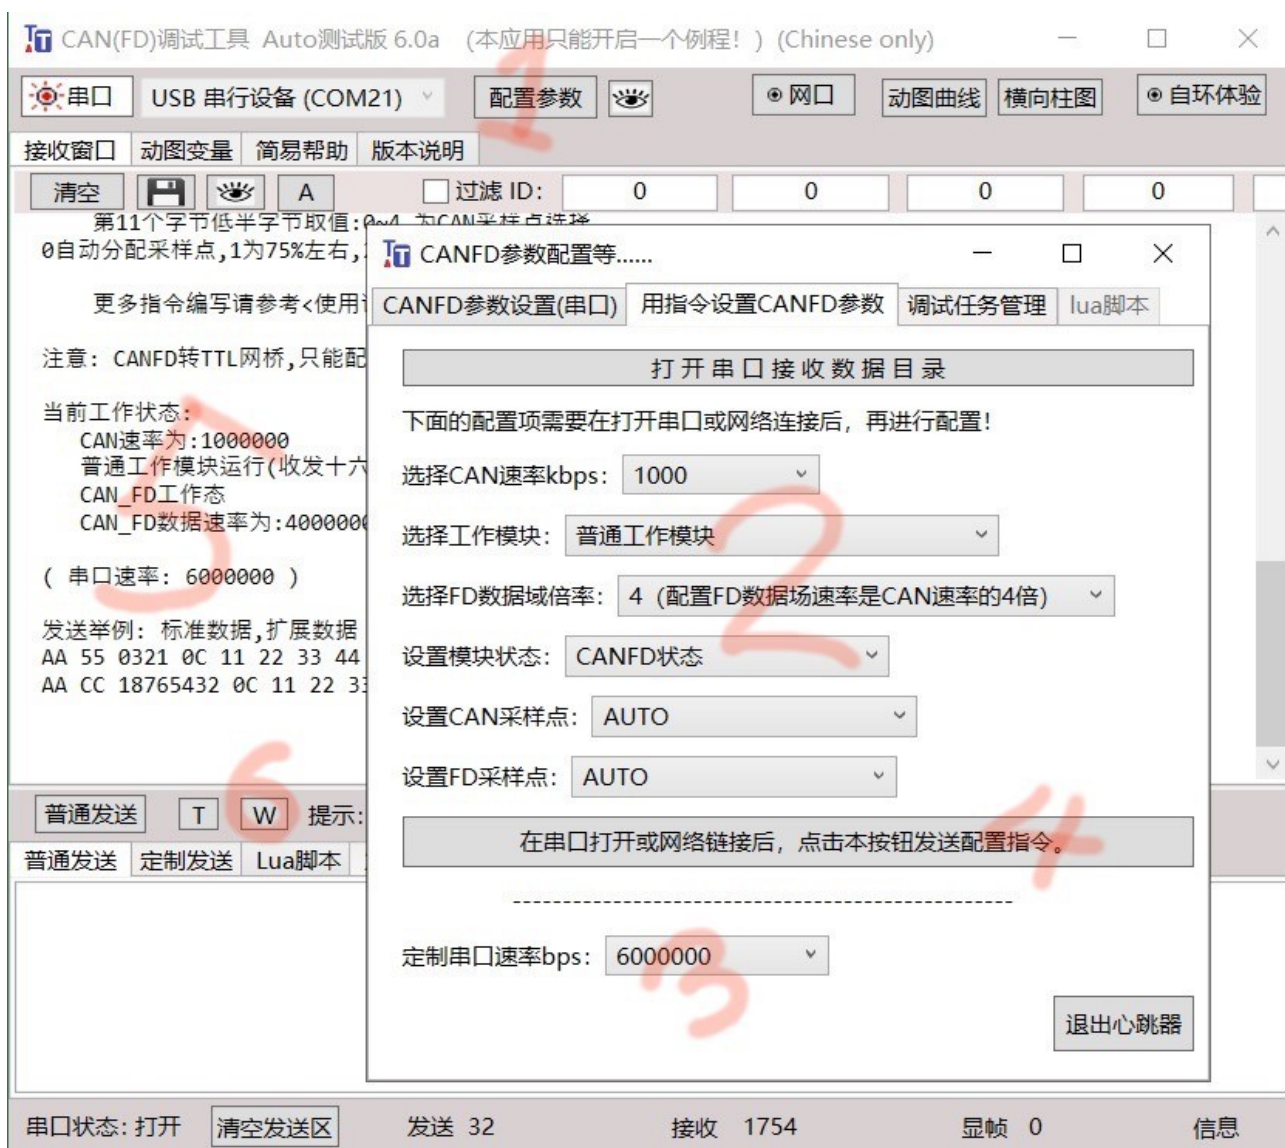

图 8 配置 CANFD 参数和 TTL 串口 0 波特率并写入 flash
4) 如需重新配置参数点击“配置参数”按钮，进入“用指令配置 CANFD 参数”页面，见图 8 所示，在这里配置 CANFD 总线参数和 TTL 串口 0 的波特率。（这里只能选择“普通工作模块”）